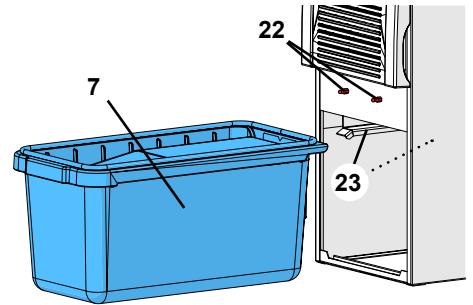

图 16
- ⇒ 将集尘袋抽屉推入原位，注意要将其不偏不倚地完全推到底。务必确保集尘袋抽屉在导轨上正确就位（23，图16）。
- ⇒ 使前面板底部的挂钩就位（5，图1）。然后将其推入上部的锁钮（22，图16），用力按压直到其锁定入位。